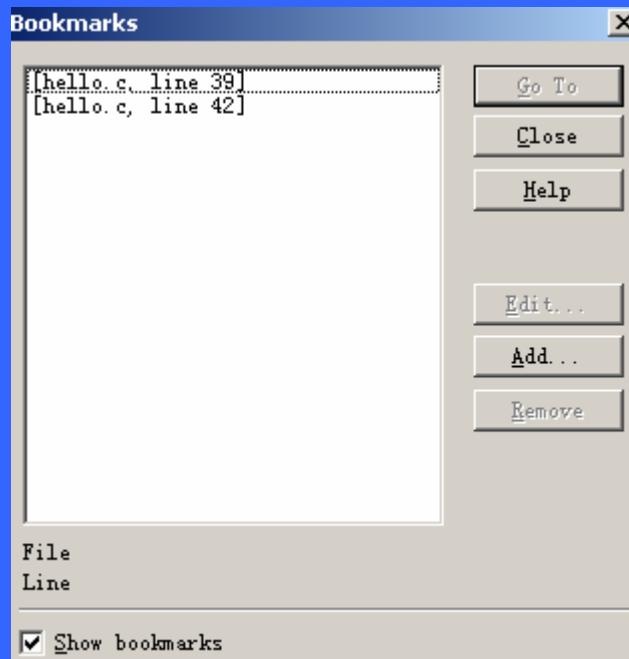

图 11 书签列表
(1) 在工程窗口中选择 Bookmark 标签，得到书签列表如图 11 所示。用户可以双击某书签，则在编辑窗口，光标跳转至此书签所在行。右键单击之，用户可以从弹出窗口中编辑或删除此书签。
(2) 选择命令“Edit→Bookmarks”或点击编辑工具条上的按钮。得到图 11 所示书签编辑对话框。双击某书签，则在编辑窗内光标跳转至此书签所在行，同时关闭此对话框。用户也可以单击某书签并且编辑或删除之。